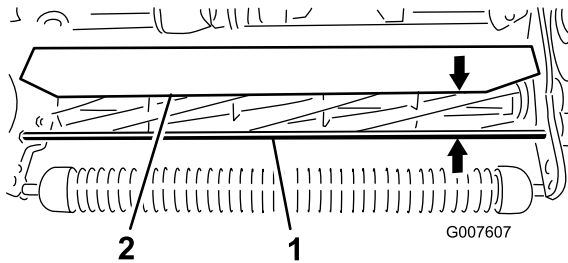

Bild 52
1. Messen Sie den Abstand zwischen dem oberen Ende der vorderen Stützstange und der vorderen Lippe des Schutzblechs an jedem Ende der Schneideinheit (Bild 52).